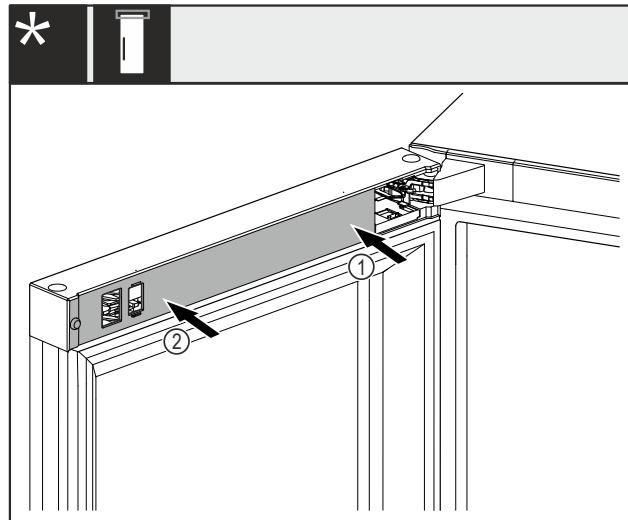

Fig. 41 \*
- ▶ Coloque primero la cubierta Fig. 41 (1) en el lado del soporte del cojinete y encájela.\*
- ▶ Coloque la cubierta Fig. 41 (2) en el lado exterior y encájela.\*